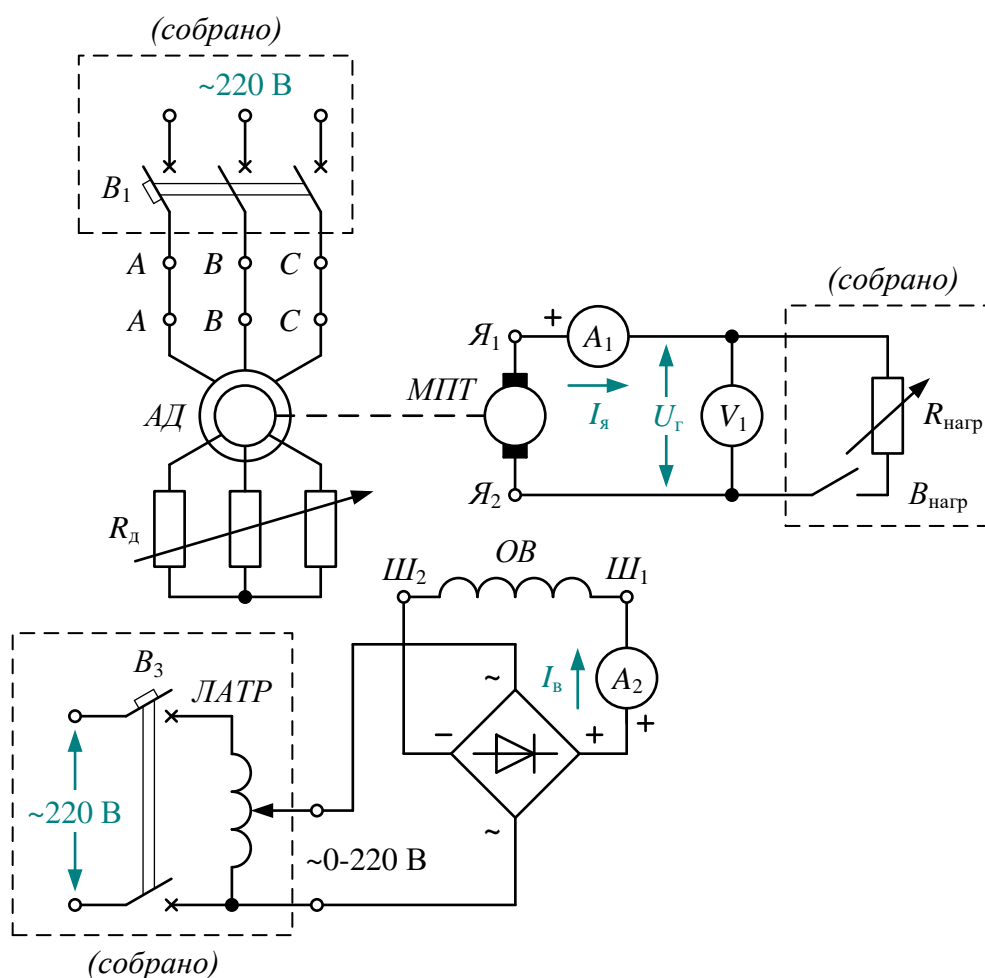

Рис. 1. Электрическая схема лабораторной установки для исследования характеристик генератора постоянного тока независимого возбуждения
Работа выполняется на универсальном лабораторном стенде. Электрическая схема лабораторной установки для исследования характеристик генератора постоянного тока показана на рис. 1.
10. Собрать электрическую схему лабораторной установки по **рис. 1**.